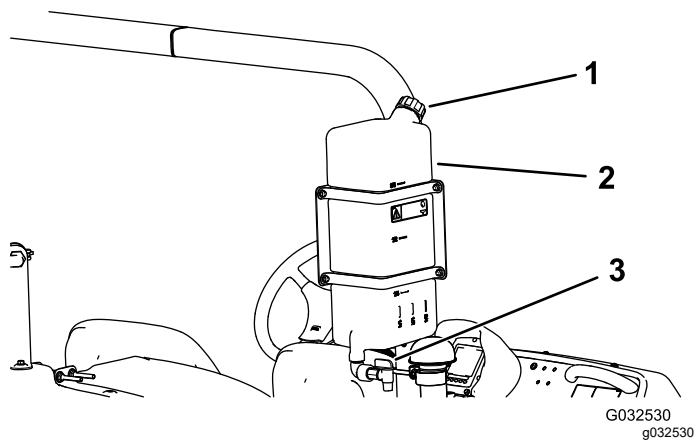

Figure 31
- Pour remplir le réservoir, dévissez le bouchon situé sur le dessus, remplissez-le d'eau douce puis remettez le bouchon en place (Figure 31).
- Pour ouvrir le robinet du réservoir d'eau douce, tournez le levier sur le robinet (Figure 31).